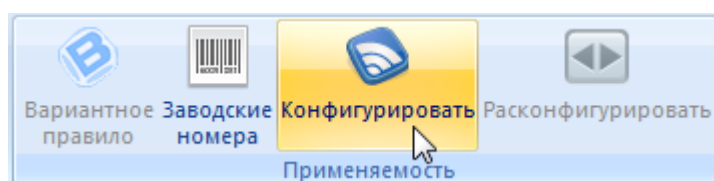

Рис. 13-534 – Панель «Применяемость»
9) Если в окне импорта данных не указано соответствие для ключевых полей, импорт не выполняется и выводится сообщение об ошибке (рис. 13-534). В этом случае нужно повторить импорт, указав правильное соответствие для ключевых полей.